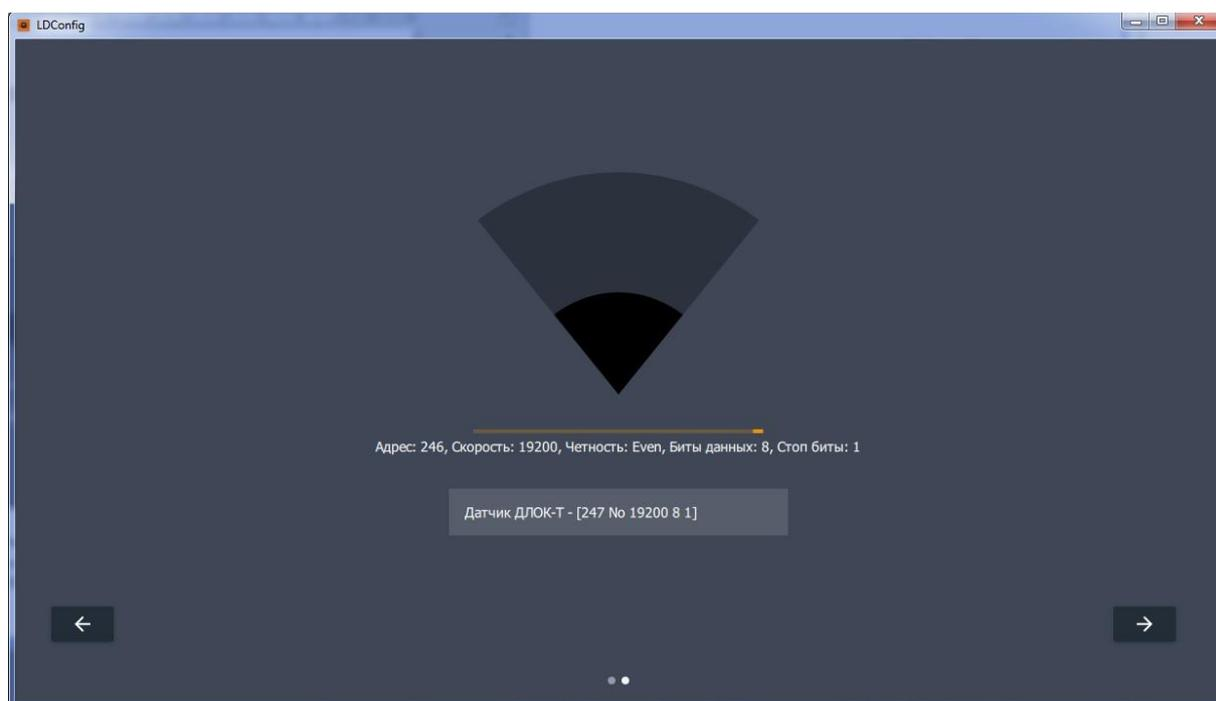

Рисунок 7
- для продолжения работы нажмите на нужное устройство, а затем на кнопку ПРОДОЛЖИТЬ «→» (Рис.7). Конфигуратор выполнит подключение к устройству.